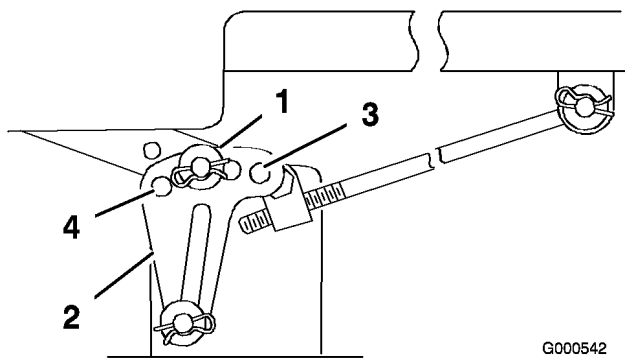
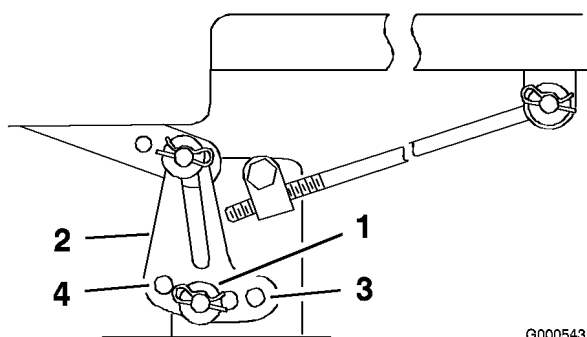

Bild 42
Bild 43
6. Entfernen Sie den Splint und die Scheibe von der Nivellierhalterung (Bild 42).
7. Bringen Sie zum Nivellieren der(s) Schnittmesser(s) die Nivellierhalterung(en) in einem anderen Loch an und setzen Sie die Scheibe und den Splint wieder ein. (Bild 42 und Bild 43). Durch ein vorderes Loch wird die Schnittmesserhöhe gesenkt und durch ein hinteres Loch angehoben. Stellen Sie beide Seiten bei Bedarf ein.